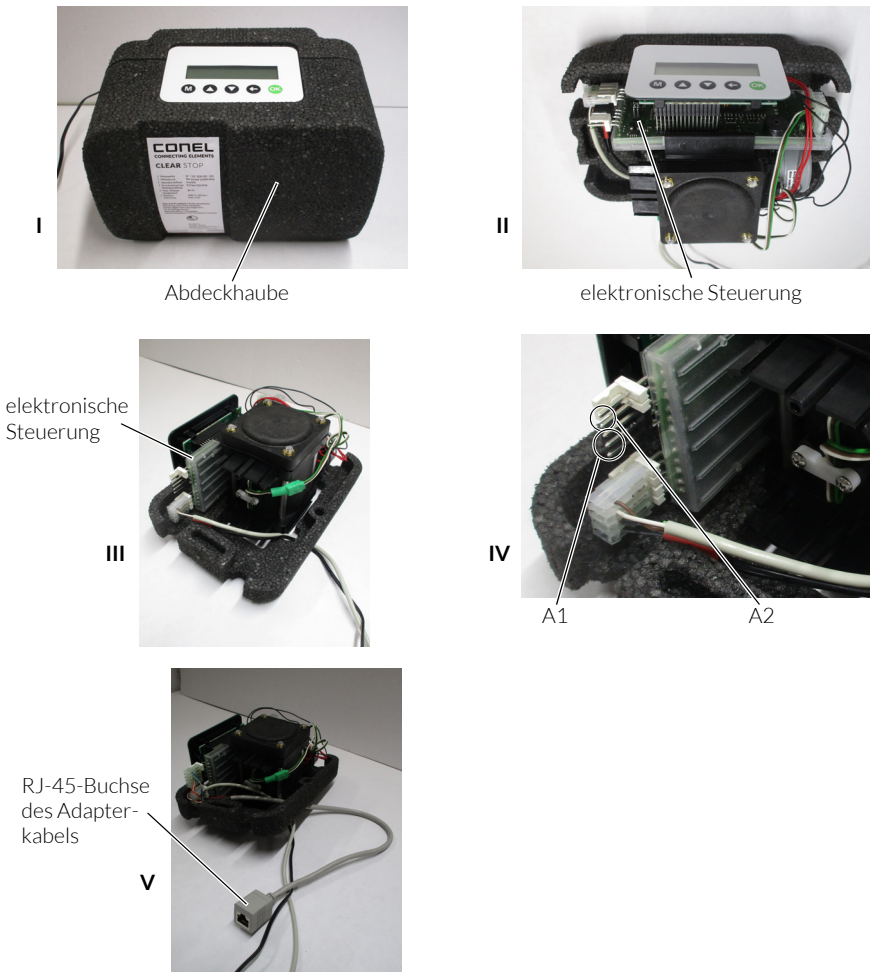

Abb. 6: Anschluss des Adapterkabels an CLEAR STOP
- / Abdeckhaube nach vorne abziehen (siehe Abb. 6 I und 6 II).
- / Die beiden Stecker des Adapterkabels auf die Steckplätze A1 und A2 der elektronischen Steuerung stecken (siehe Abb. 6 III und 6 IV).
- / Adapterkabel nach hinten aus dem Gerät führen (siehe Abb. 6 V) und mit Kabelbinder sichern.